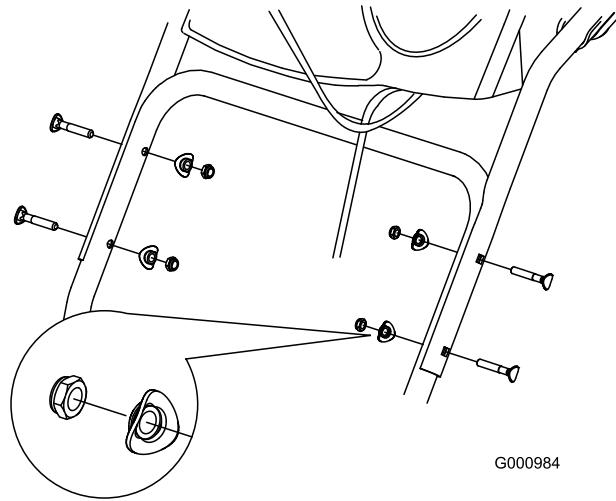

Figura 3
1. Sollevate il gruppo stegola superiore, giratelo e posizionate lo sopra la stegola inferiore (Figura 3).
2. Montate 2 bulloni per stegola, 2 rondelle curve e 2 dadi di bloccaggio nei fori della stegola inferiore (Figura 3).